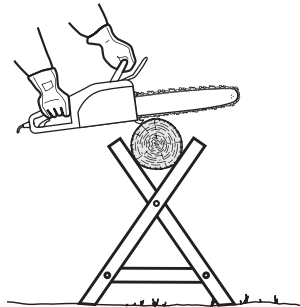

Fig.34
- > Posez les petits rondins sur un tréteau ou sur un autre rondin pour les couper (Fig.34).